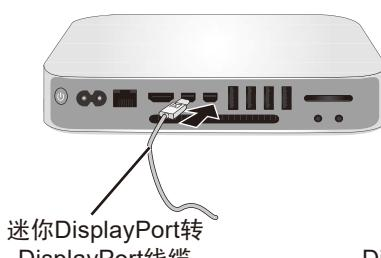

图 A.2
- 对于具有模拟输出的 **PC**：将 15- 针迷你 D-SUB 对 DVI-A 信号线连接到系统的显示卡接口（图 A.2）。